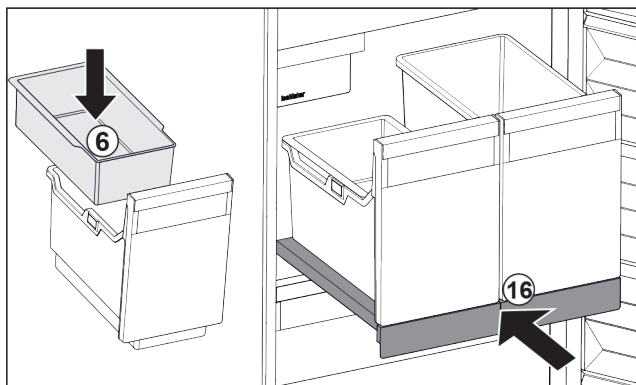

Fig. 30
- ▶ Introduceți tava suspendată Fig. 30 (6) pentru cuburi de gheață.
- ▶ Inserați raftul extractibil cu recipientele (IceTower). Fig. 30 (16)